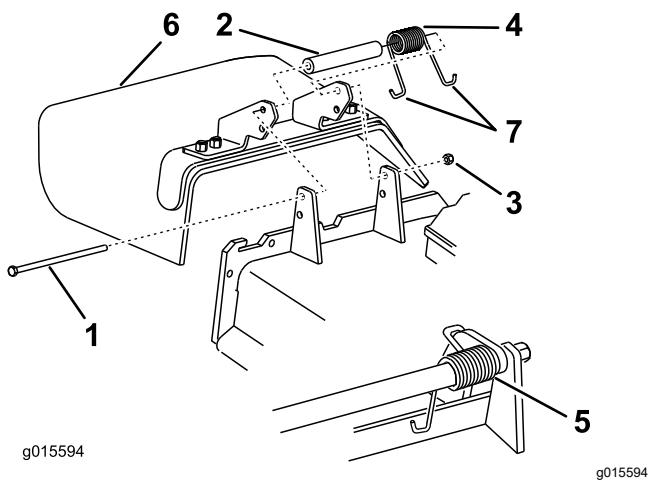

Figure 88
1. Retirez le contre-écrou, le boulon, le ressort et l'entretoise qui fixent le déflecteur aux supports de pivot (Figure 88).
- Remarque:** Prenez soin de placer une extrémité en J du ressort derrière le bord du tablier avant de mettre le boulon en place, comme montré à la Figure 88.
5. Accrochez une extrémité en J du ressort au déflecteur d'herbe (Figure 88).